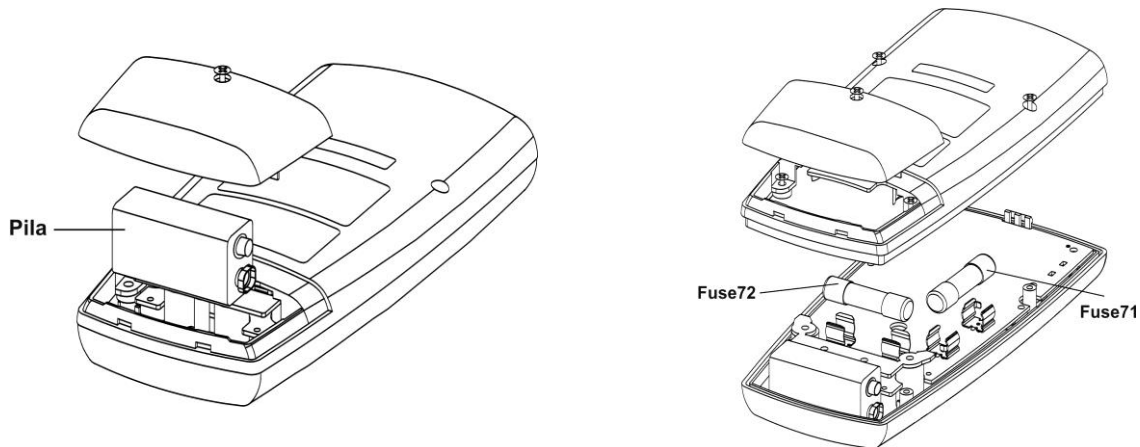

Fig. 11: Sustitución de la pila interna y fusibles
3. Quite el tornillo de fijación del hueco de la pila posterior, retire el mismo y extraiga la pila (vea Fig. 11)
3. Quite el tornillo de fijación del hueco de la pila posterior y Quite los cuatro tornillos de fijación de la cubierta posterior (vea Fig. 11)